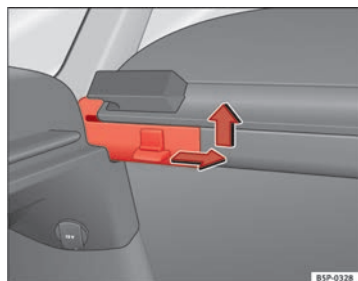

Abb. 124 Ausbau der Ablage
- Drücken Sie den seitlichen Stift in Pfeilrichtung, heben Sie die Ablage an und nehmen Sie sie ab ⇒ Abb. 124.